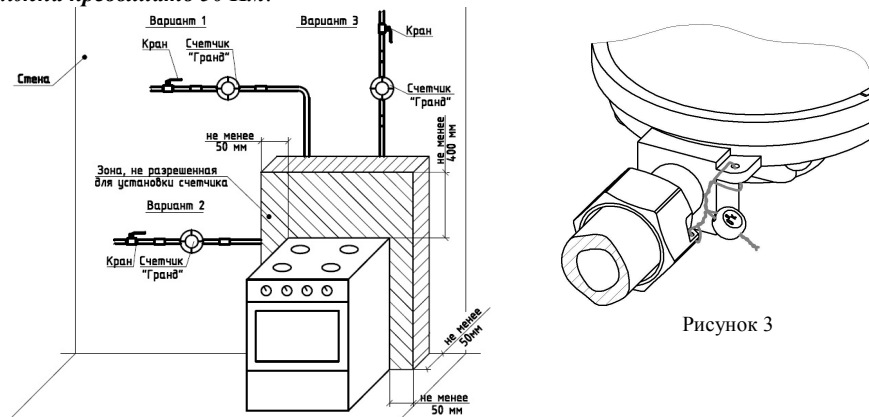

Рисунок 2
5.4.1 Установить счетчик на вертикальном или горизонтальном участке газопровода (рисунок 2). **ВНИМАНИЕ! Направление стрелки на корпусе счетчика должно совпадать с направлением потока газа в газопроводе.** Допускается установка счетчика в любом удобном для потребителя положении, не противоречащем правилам установки и монтажа газового оборудования. Наличие прямых участков до и после счетчика не требуется.